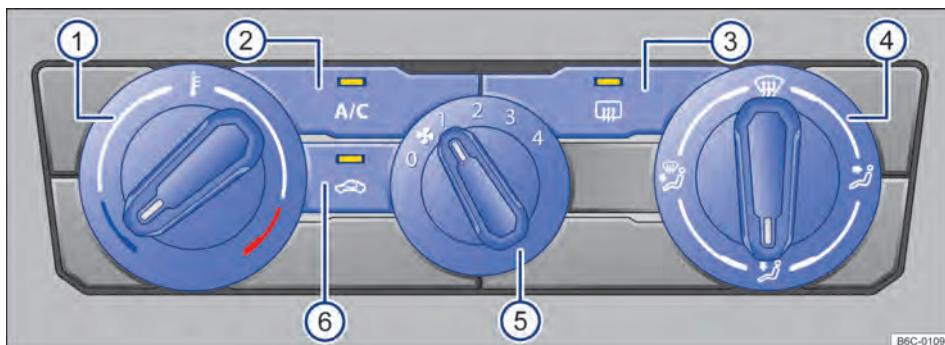

Fig. 84 Comandos do ar-condicionado.
- Ar-condicionado: girar o regulador do ventilador para o nível 0 → Fig. 84 ⑤.
- Ar-condicionado: girar o regulador rotativo esquerdo → Fig. 84 ①.
- *Ar-condicionado*: girar o regulador do ventilador → Fig. 84 ⑤.
- *Ar-condicionado*: girar o regulador da direita → Fig. 84 ④ para posição desejada.
- *Ar-condicionado*: girar o regulador direito para a posição  → Fig. 84 ④.